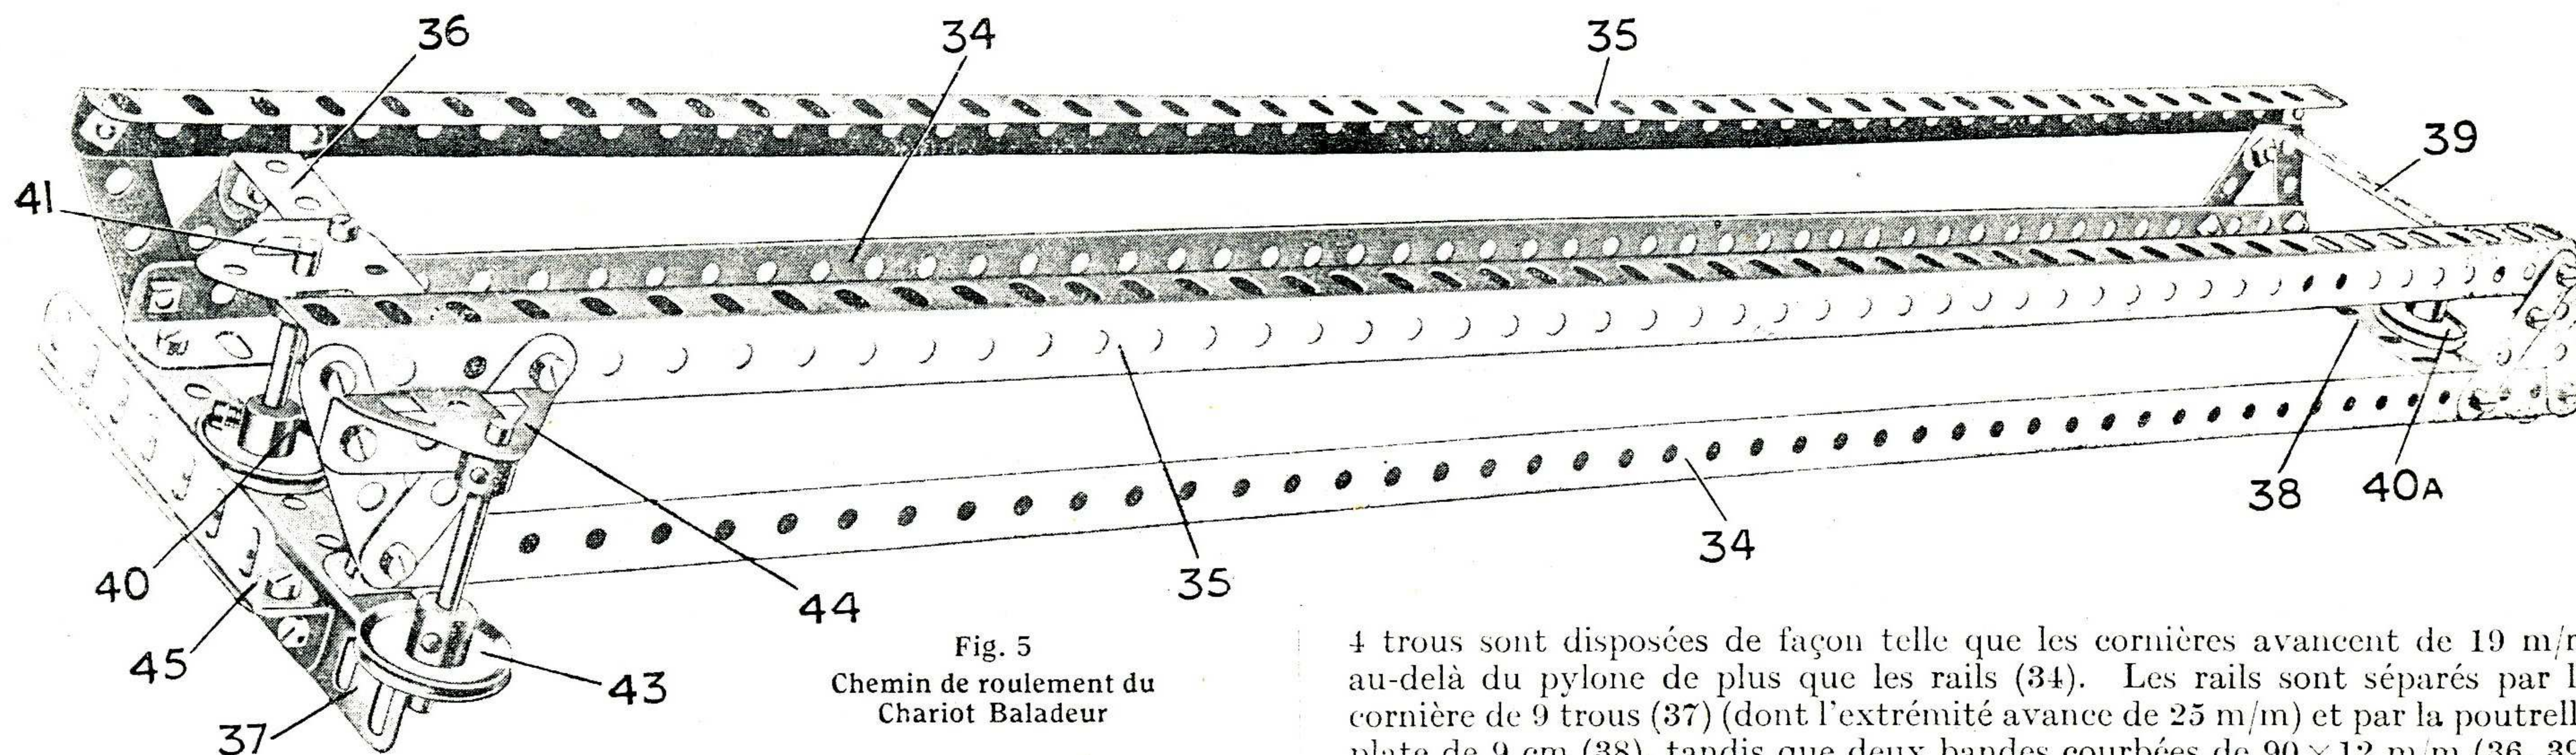
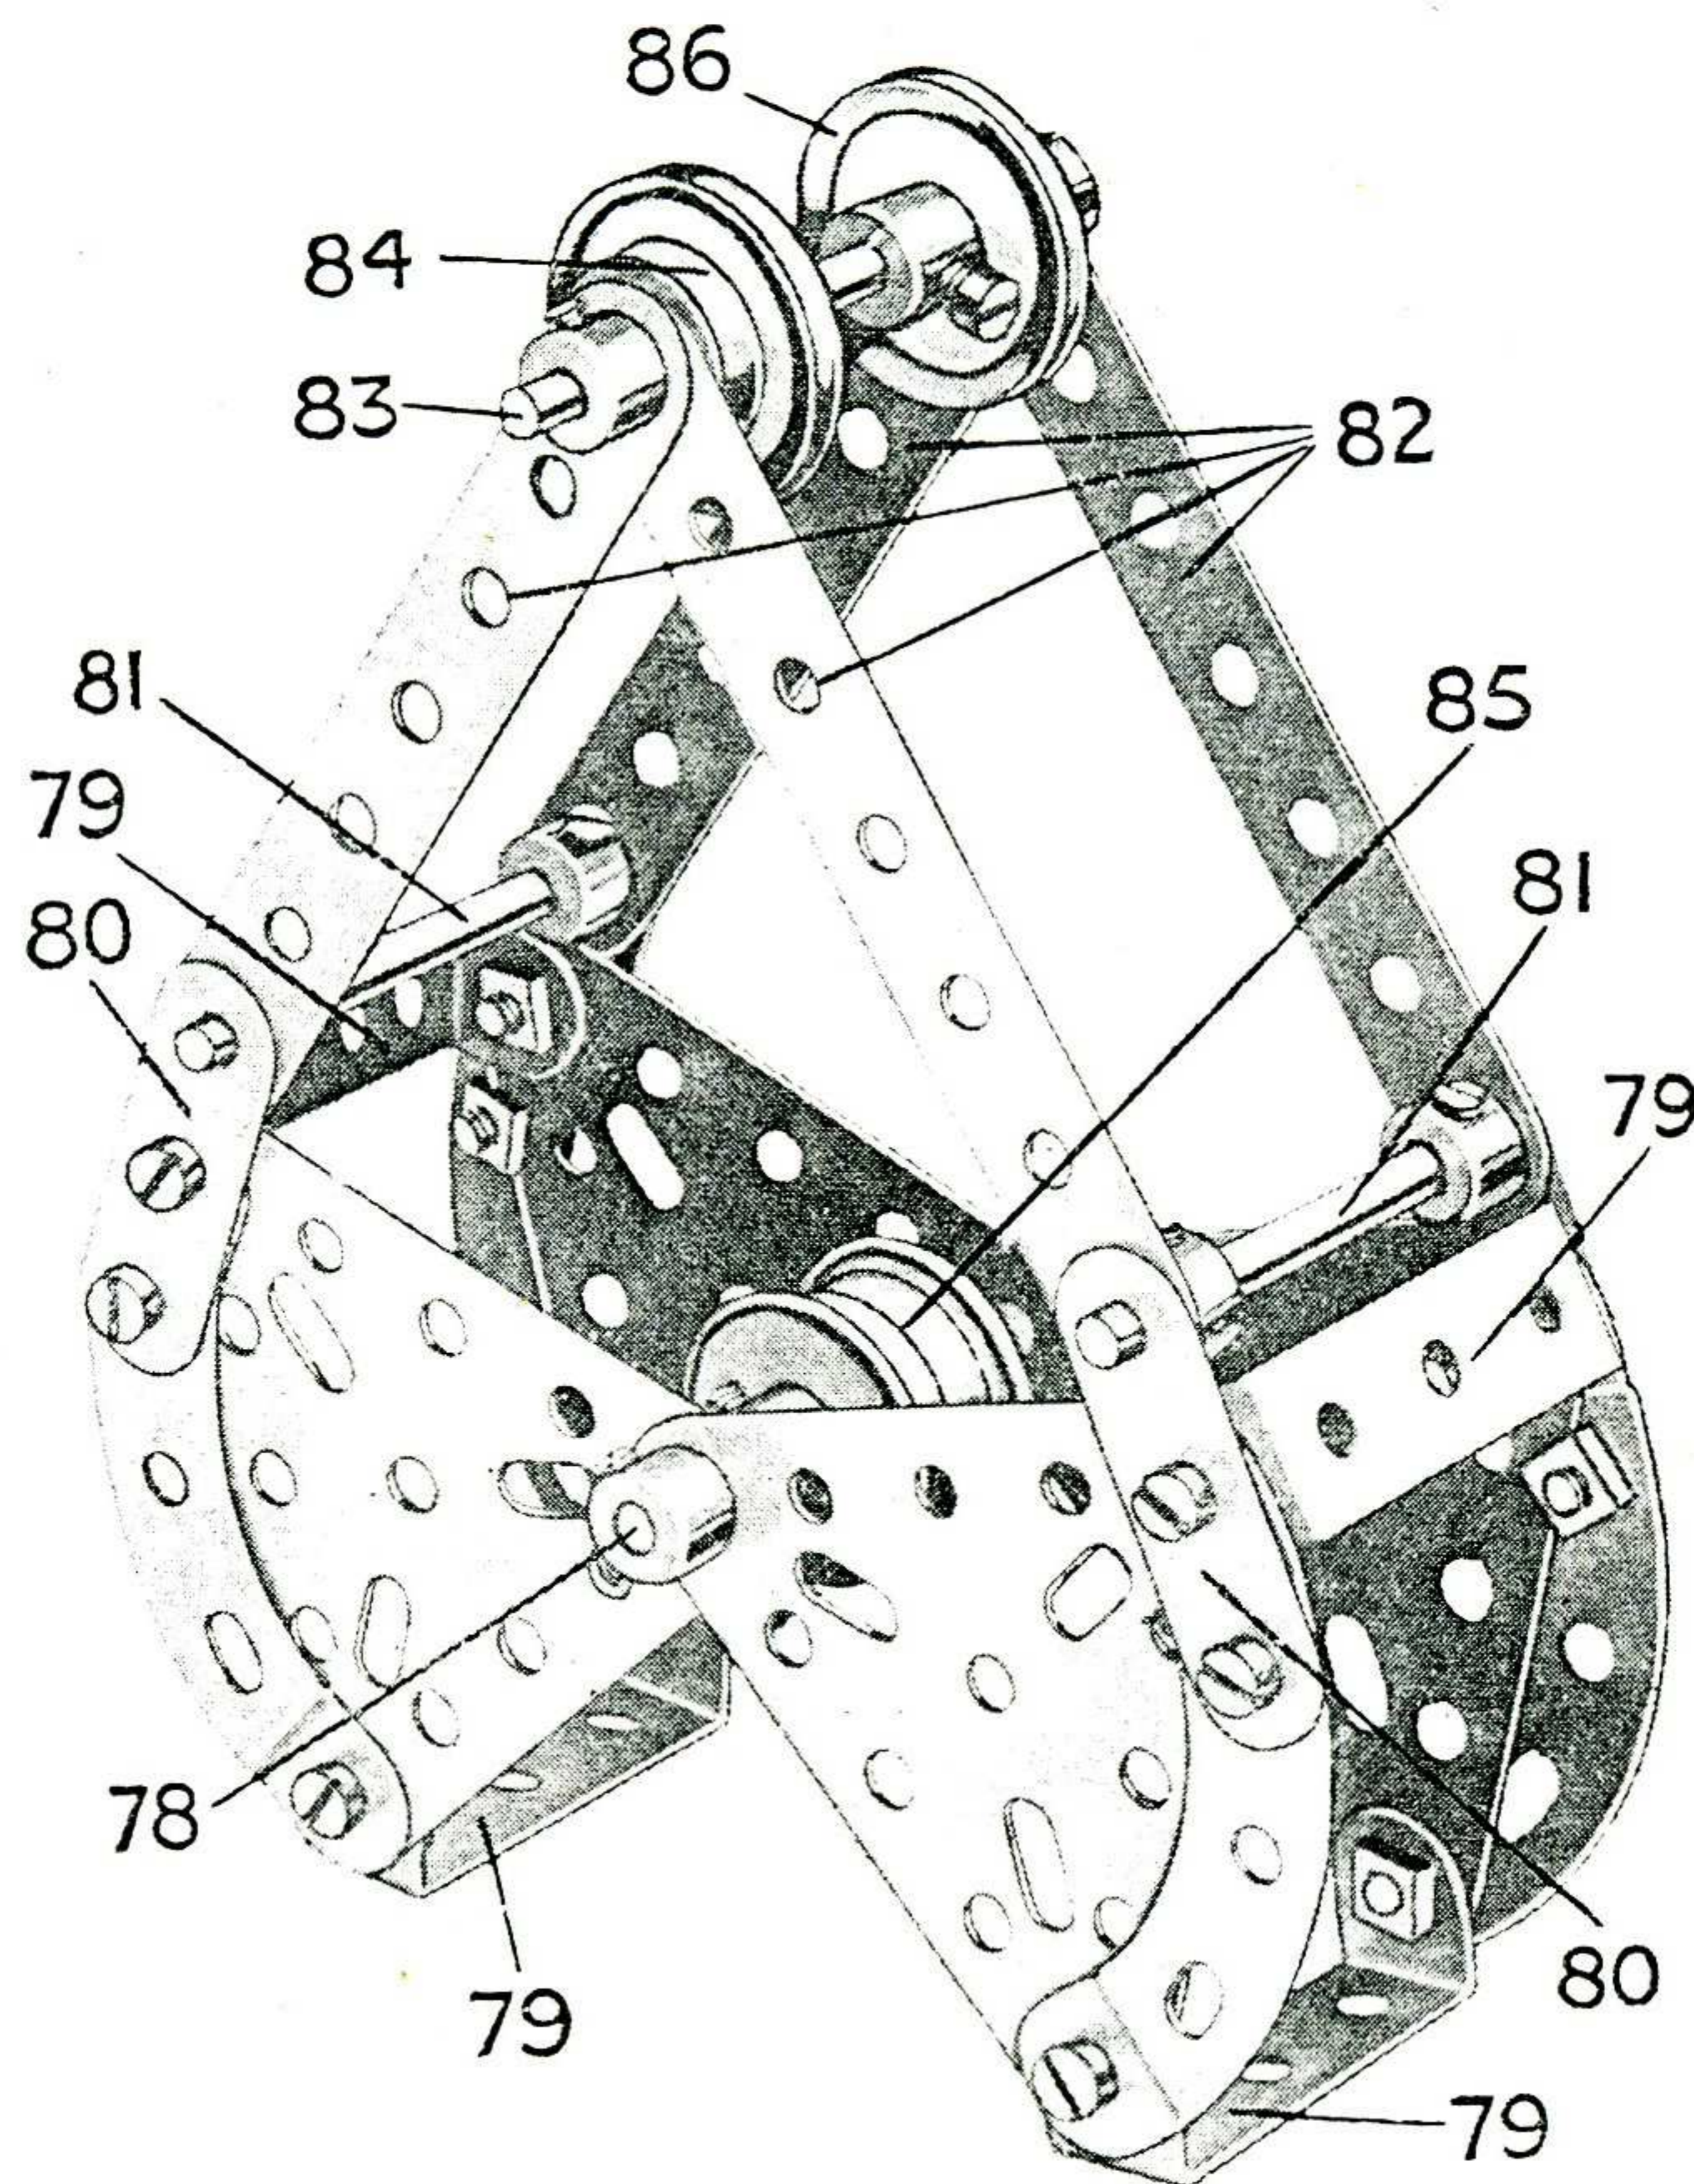

Fig. 5
Fig. 8. Benne
La Fig. 5 nous montre la voie sur laquelle roule le chariot sur lequel la benne est suspendue. Les rails (34) et les entretoises de renforcement (35) sont constituées par des cornières de 49 trous, et sont réunies verticalement à chaque extrémité par une paire de bandes de 4 trous. Ces bandes de
Le chariot de la benne roule sur les rails (34) Fig. 5 et la benne preneuse y est suspendue.
Chaque mâchoire de la benne Fig. 8 se compose de deux plaques triangulaires de 6 cm pivotées sur une tringle de 5 cm (78) et réunies par des bandes courbées de  $38 \times 12$  m/m (79). 4 bandes incurvées de 6 cm (petit rayon) sont boulonnées aux plaques triangulaires et sur ces plaques sont fixées les bandes de 38 m/m (80) qui sont pivotées sur les tringles de 5 cm (81). 4 bandes de 7 trous (82) pivotent également sur la tringle (81) et une tringle de 6 cm (83) qui passe au travers de leurs extrémités supérieures supporte également deux poulies de 25 m/m (86) et deux poulies folles de 12 m/m (84). Les tringles (81 et 83) sont maintenues en position par des colliers et des vis d'arrêt.
(Fig. 8), puis cette corde revient sur une seconde poulie de 12 m/m (74) dans le chariot de la benne et finalement est attachée à la cornière (45) à l'extrémité de la voie de la benne (Fig. 5).